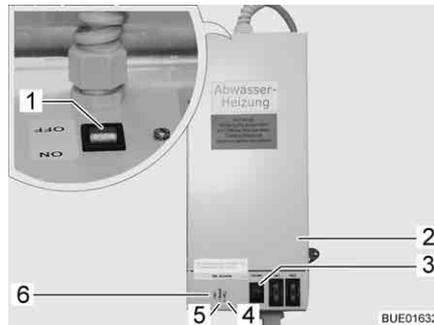

Fig. 151 Trasformatore con apparecchio di regolazione
Il trasformatore 230 V AC/12 V DC (Fig. 151,2) è montato, a seconda del modello, nell'armadio guardaroba o nella cassapanca della dinette.
- La spia di controllo (Fig. 151,5) diventa verde: Regolazione in funzione
- Le spie di controllo (Fig. 151,4 e 6) diventano rosse: Le tubazioni delle acque grigie vengono riscaldate
Nell'involucro è incorporato un pulsante di prova (Fig. 151,3) che consente di mettere in funzione brevemente l'apparecchio di regolazione. La pressione sul pulsante di prova consente di testare il funzionamento del riscaldamento anche quando la temperatura ambiente è superiore a 5 °C.
- Posizionare su "ON" l'interruttore (Fig. 151,1) sul trasformatore (Fig. 151,2).
- Posizionare su "OFF" l'interruttore (Fig. 151,1) sul trasformatore (Fig. 151,2).